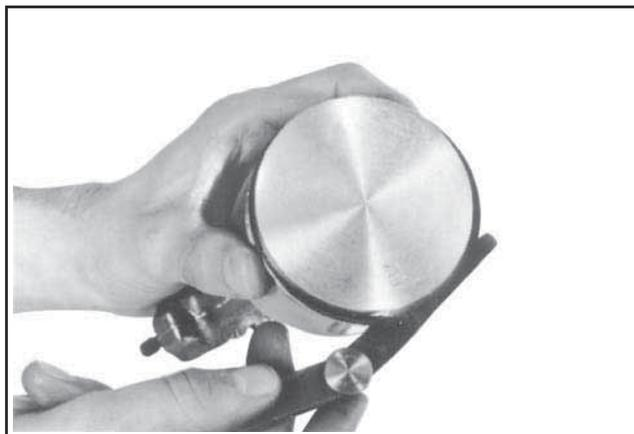

Figure 10-10. Mesurage du jeu latéral des segments.
5. Une fois les nouveaux segments de compression (supérieur et central) installés sur le piston, contrôler le jeu latéral piston-segment. Vérifier le jeu sur la base des indications listées à la Section 1. Si le jeu latéral est supérieur aux limites autorisées, un piston neuf **doit** être utilisé. Se rapporter à la Figure 10-10.